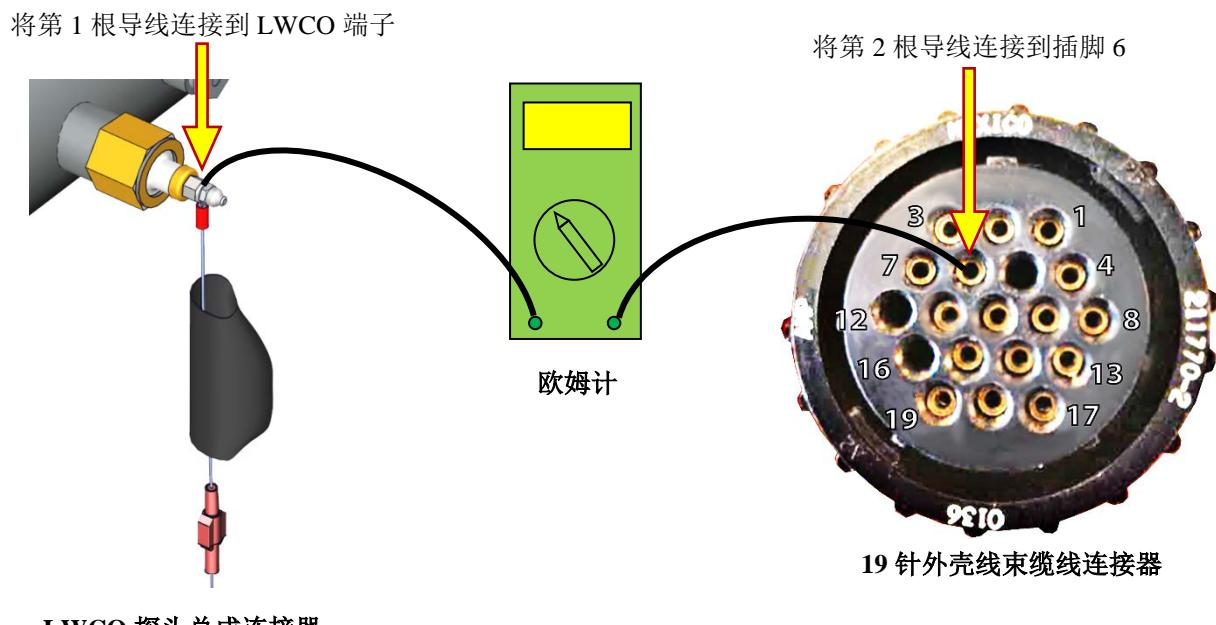

图 7-10：在 LWCQ 探头与外壳线束缆线之间连接欧姆计
3. 使用欧姆计将一个欧姆计探头连接到设备外壳的 LWCO 电容端子，如图 7-10 左侧所示。
4. 将第二个欧姆计探头连接到外壳线束连接器（已从 C-More 控制器卸下）的插脚 6，如图 7-10 右侧所示。